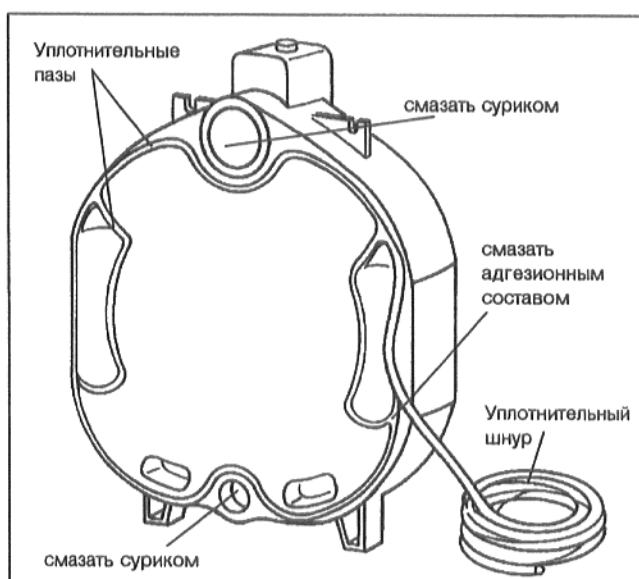

Рис. 12
- Вставить эластичный уплотнительный шнур в уплотнительные пазы с передней стороны задней секции, начиная с верхнего участка секции, и слегка прижать. Хорошо прижать друг к другу концы уплотнительного шнура в стыках (Рис. 12).
- Смазать уплотнительные поверхности ступиц суриком (Рис. 12).
- Смазать уплотнительные пружины адгезионным составом (праймером) (Рис. 12).